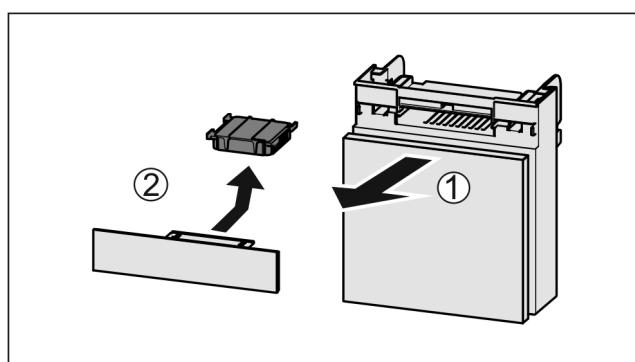

Fig. 102
- Extrageți Fig. 102 (1) compartimentul către înainte.
- Scoateți Fig. 102 (2) filtrul de cărbune activ.